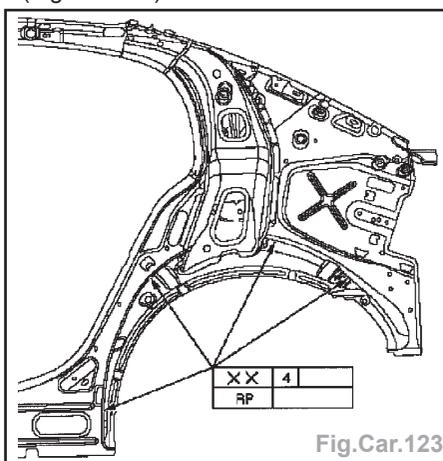

Fig.Car.123
- Ajuster le passage de roue extérieur (Fig.Car.123).